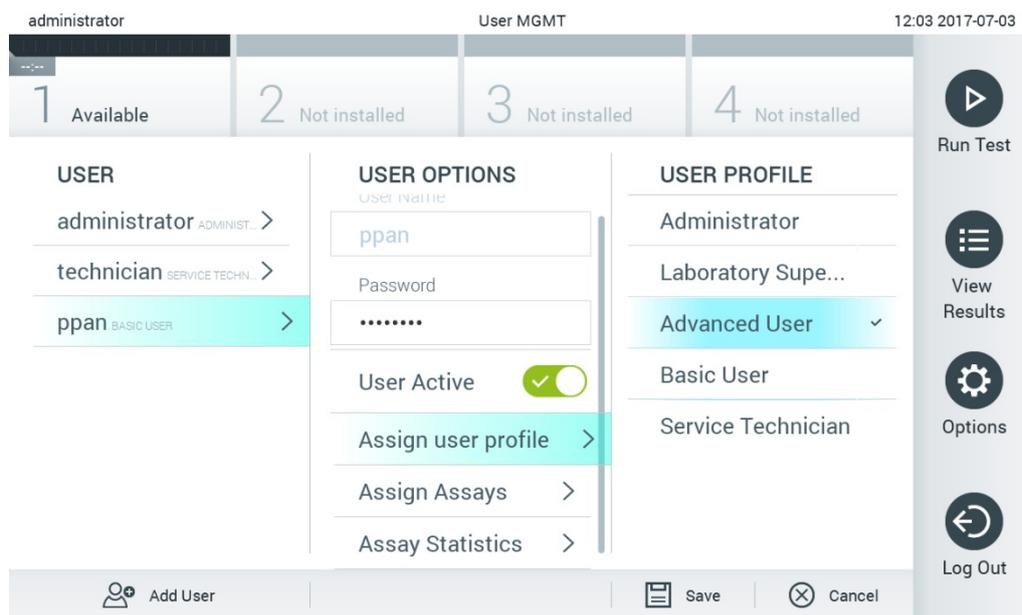

図 54. ユーザープロファイルをユーザーに割り当てる。
- **Assign User Profile** (ユーザープロファイルの割り当て) : そのユーザーに別のユーザープロファイル (管理者、検査室監督者、アドバンスユーザー、ベーシックユーザーなど) を割り当てることができます。コンテンツエリアの右側のリストから適切なユーザープロファイルを選択します (図 54)。